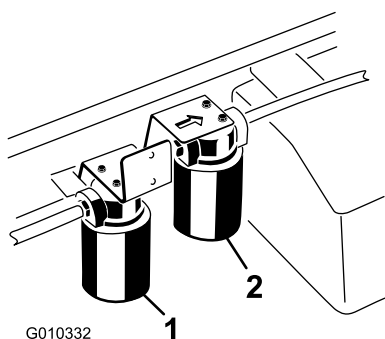

Figura 72
5. Coloque un recipiente debajo del filtro y retire el filtro (Figura 72).
4. Limpie la zona de montaje del filtro hidráulico de alto caudal (Figura 72).